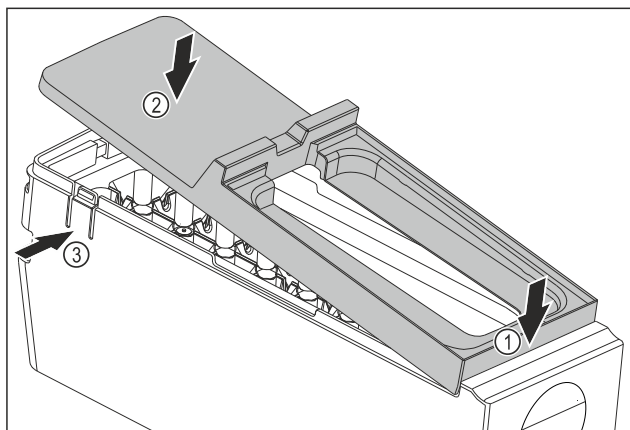

Fig. 139
- ▶ Монтаж на капака на корпуса на EasyTwist-Ice: Поставете капака отпред. Fig. 139 (1)
- ▶ Спуснете капака отзад. Fig. 139 (2)
- ▷ Капакът се фиксира с щракване в двете езичета Fig. 139 (3).